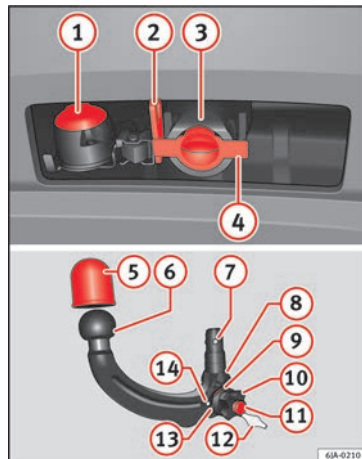

Fig. 99 Suporte do dispositivo de engate para reboque/barra de cabeça esférica.
Legenda da » **Fig. 99:**
- Retire a tampa do orifício do casquilho de fixação (4) » Fig. 99 puxando para baixo.
– Coloque a tampa do orifício do casquilho de fixação ④ » Fig. 99.